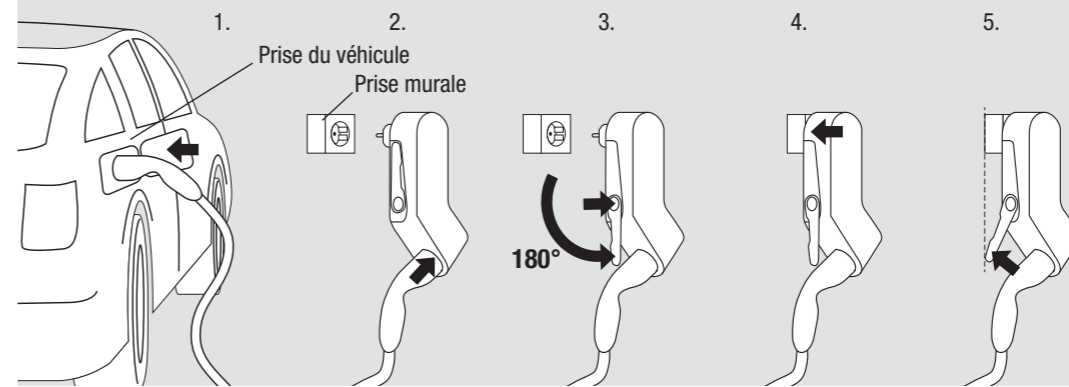

Fig. 2 : Séquence de charge
- N'utilisez le chargeur Mobility Dock qu'en le suspendant en position verticale et en assurant son soutien sur une prise murale pour éviter de tirer sur la prise (voir illustration fig. 2). Les charges lourdes peuvent endommager le chargeur Mobility Dock et/ou la prise de courant.
- Ne branchez le Mobility Dock dans la prise tant que la prise de charge n'est pas verrouillée dans la sortie type 2 (C). La prise risque autrement d'être endommagée.
Mobility Dock est un chargeur de secours en Mode 2 pour une utilisation occasionnelle et mobile. Pour un usage permanent, il est à installer dans une position stable, immobile et verticale. Il ne se branche que sur des prises murales adaptées sur le plan mécanique et électrique (Voir fig. 2, étape 5).